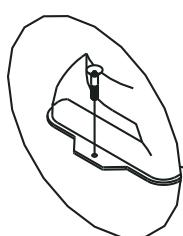

Рис.9.1
2. Если вытяжка будет работать в режиме отвода воздуха в вентиляционную шахту, то установите и закрепите 2-мя саморезами в верхней части моторного блока вытяжки **D** (см. рис. 9, рис. 9.1) выходной фланец **F** диаметром 150мм (если он не был установлен при производстве вытяжки). Далее необходимо определиться с диаметром гибкого воздуховода (в комплект вытяжки не входит), с помощью которого испарения и запахи с Вашей кухни будут отводиться в вентиляционную шахту.